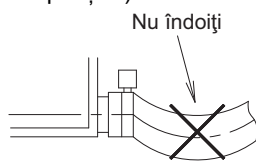

Fig. 27
- Nu curbați furtunul de golire (1) în interiorul unității interioare. (Consultați Fig. 27)